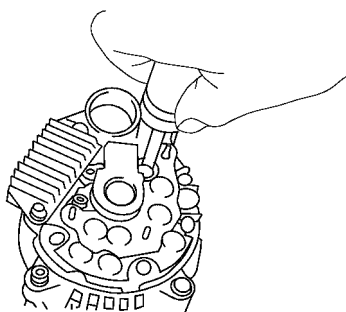

图 7-12 拆下电刷架
(2) 拆下电刷架。旋下两个螺钉，拆下电刷架和罩盖，如图 7-12 所示。